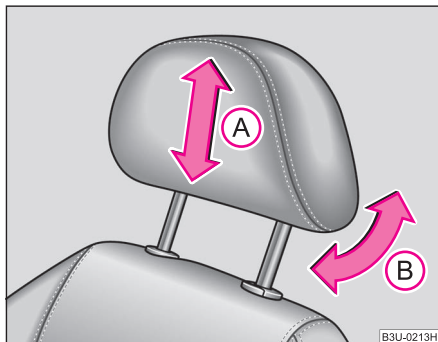

Abb. 47 Kopfstütze einstellen
- Fassen Sie die Kopfstütze seitlich mit beiden Händen an und schieben Sie die Kopfstütze in Pfeilrichtung (A) nach oben oder unten ⇒ Abb. 47. Die beste Schutzwirkung wird erreicht, wenn die Oberkante der Kopfstütze sich auf einer Höhe mit dem oberen Teil Ihres Kopfes befindet ⇒ Seite 125, Abb. 103.
- Die Stütze können Sie durch Neigen in Pfeilrichtung (B) ⇒ Abb. 47 dem Kopf anpassen. Durch das Anpassen der Kopfstütze wird der Fahrkomfort erhöht.